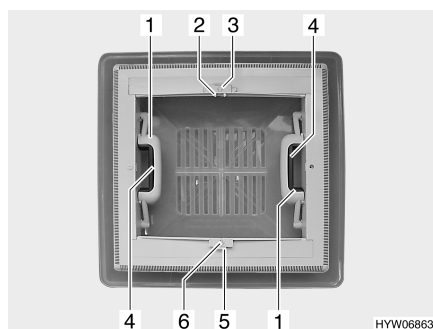

Bild 19 Taklucka med snäpplås
- Tryck snäpplåset (Bild 19,4) mot takluckans insida. Tryck samtidigt takluckan uppåt med handtaget (Bild 19,1).
- Drag kraftigt ner takluckan med hjälp av båda handtagen (Bild 19,1) så långt, att snäpplåsen går i lås.
- Tryck spärren (Bild 19,5) mot takluckans utsida.
- Drag, med handtaget (Bild 19,6), mörkläggningsrullgardinen till insektsnätets handtag (Bild 19,2) på den motsatta sidan, där det hakas i.
- Tryck ihop handtaget (Bild 19,2). Spärren lossas.
- Mörkläggningsrullgardinen förs långsamt tillbaka med handtaget (Bild 19,6).
- Tryck spärren (Bild 19,3) mot takluckans utsida.
- Drag, med handtaget (Bild 19,2), insektsnätet till mörkläggningsrullgardinens handtag (Bild 19,6) på den motsatta sidan, där det hakas i.
- Insektsnätet förs långsamt tillbaka med handtaget (Bild 19,2).